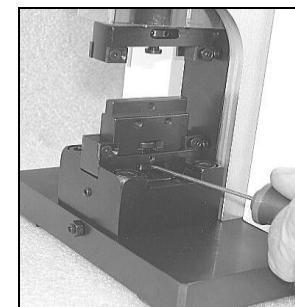

Fig. 9.04
- **Presser le support dans le guide et serrer le vis de serrage. (Fig. 9.04)**